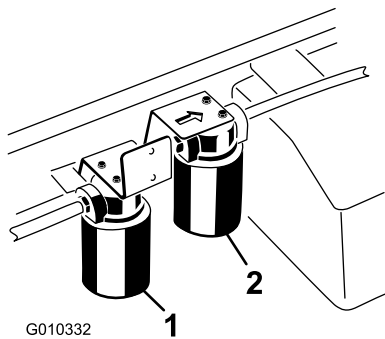

Bild 78
2. Reinigen Sie den Bereich um die Filterkontaktfläche. Stellen Sie eine Auffangwanne unter den Filter und entfernen den Filter (Bild 78).
1. Reinigen Sie den Bereich um den Befestigungsbereich des Hochfluss-Hydraulikfilters (Bild 78). Stellen Sie ein Auffanggefäß unter den Filter und entfernen den Filter.